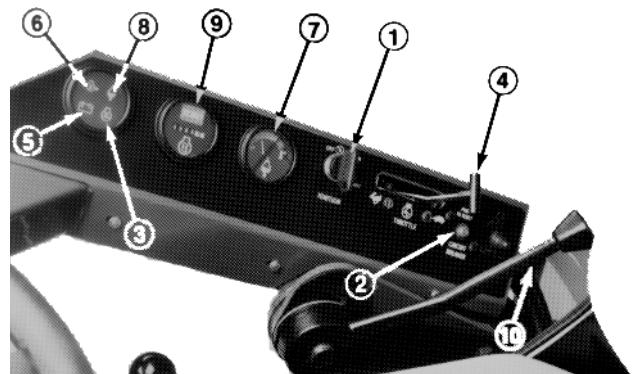

Abbildung 7
ZÜNDSCHALTER (Abb. 7)
GLÜHÜBERWACHUNGSLICHT (Abb. 7)
GASREGLER (Abb. 7)
ANZEIGE FÜR BATTERIEAUFLADUNG (Abb. 7)
ANZEIGE FÜR MOTORÖLDRUCK (Abb. 7)
TEMPERATURFÜHLER- UND ANZEIGE FÜR KÜHLFLÜSSIGKEIT (Abb. 7)
BETRIEBSSTUNDENZÄHLER (Abb. 7)
SCHALTKREISUNTERBRECHER (Abb. 7)
5. Den Zündschalter sofort auf START drehen (Abb. 7). Den Schalter sofort loslassen, wenn der Motor läuft und den Schalter wieder in die ON Position zurückgehen lassen. Den Gasregler auf SLOW (LANGSAM) stellen.